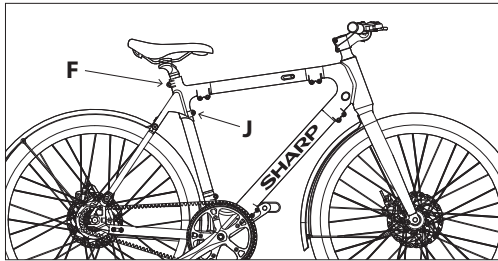

Figura 3-1
- Afloje los tornillos **F** y **J** en el sentido contrario a las agujas del reloj con una llave Allen de 5 mm, inserte la tija de sillín en el cuadro, como se muestra en la **Figura 3-1**.